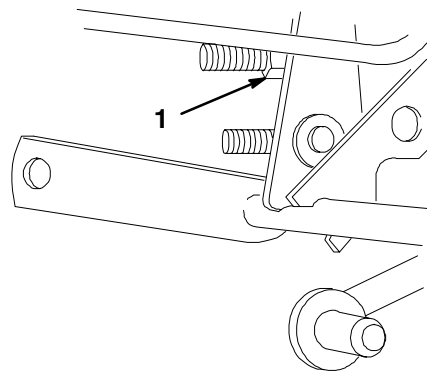

Figure 9
- Dans ce cas, tournez l'écrou de réglage de hauteur de transport (Fig. 9), sur le mécanisme de relevage, dans le sens horaire pour augmenter la hauteur ou dans le sens anti-horaire pour l'abaisser.